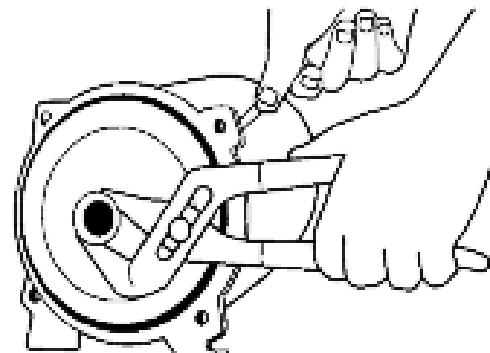

Figure 16 : Retirer la roue
4. Retirez la roue en tenant l'arbre de la pompe avec un tournevis placé dans l'extrémité fendue de l'arbre du moteur et en faisant tourner la roue dans le sens inverse des aiguilles d'une montre (figure 16).
3. Retirez les trois vis d'assemblage qui maintiennent le diffuseur sur la plaque d'étanchéité et retirez le diffuseur. Lors du remplacement du diffuseur, utilisez trois cales d'une épaisseur de 0,010 po également espacées entre l'œil de la roue et l'ouverture du diffuseur. Cela permet de centrer les diffuseurs et d'éviter le frottement de la roue (figure 16).